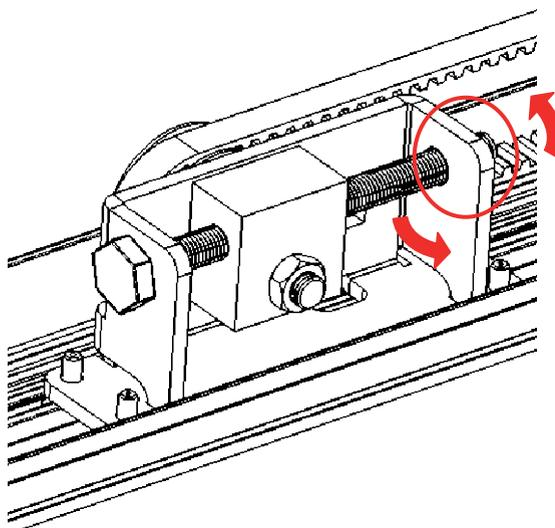

Figura 27: Aperte a contraporca.
6. Aperte a contraporca (Figura 27).